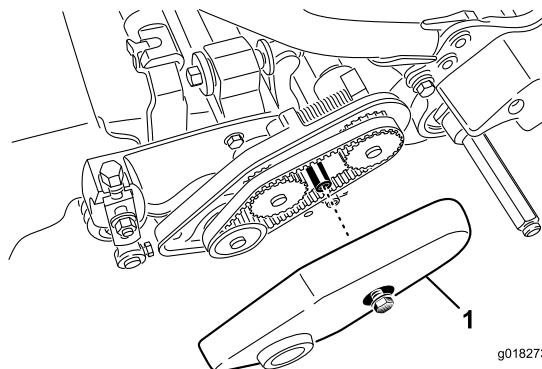

図 47
2. ベルトカバーを固定しているフランジボルトをゆるめてベルトカバーを外し、ベルトを露出させる 図 47。